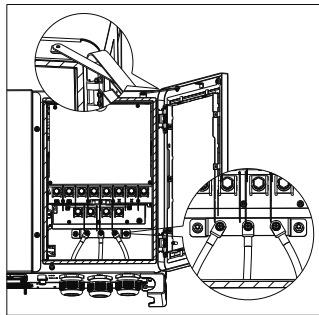

图6.10 接地示意
2. 将交流侧功率地线连接至AC接线盒内地排上，AC接线盒内部接地铜排位置如图6.10所示；
- 1) 连接电池功率的接地线缆至PE处，位置如图6.10所示;
- 1) 电池与光储一体机之间应有地线连接，在连接电池线之前需要首先连接地线，其中在光储一体机上预留的电池线缆接地位置如图6.10所示；